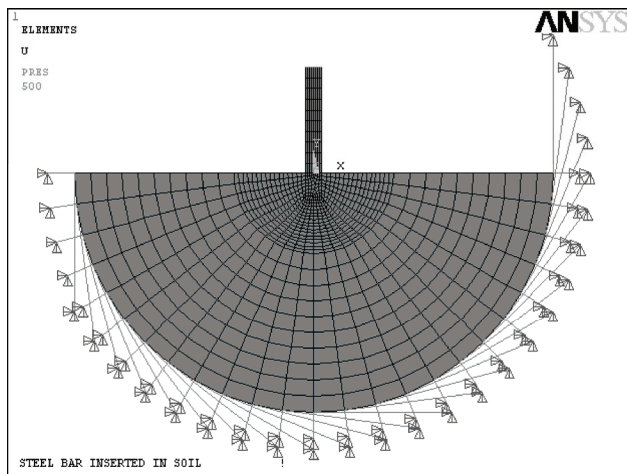

图 5-162 加载后的有限元模型
9) 选择 Utility Menu | Plot | Element 命令，ANSYS 显示窗口显示施加约束及载荷后的有限元模型，如图 5-162 所示。